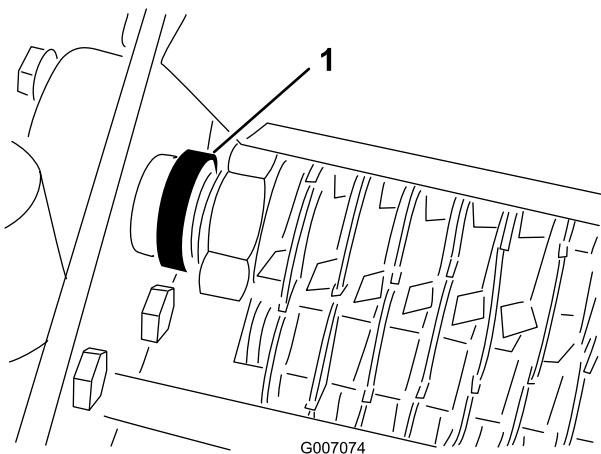

Figura 13
4. Retire los tornillos de ajuste de los anillos de bloqueo de los cojinetes del molinete (Figura 13).